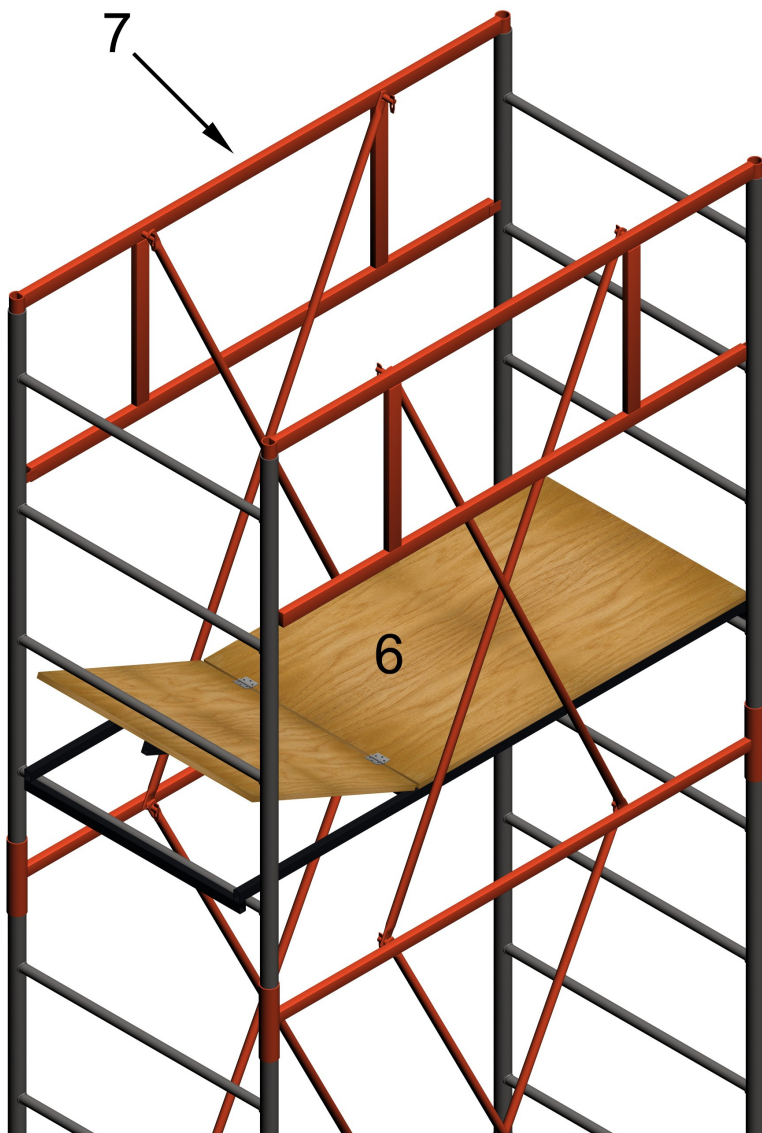

Рис.2
4.8. Установить настил (6) на нижние перекладины лестниц последней секции. (Рис. 2)